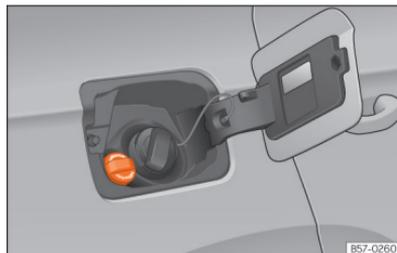

Fig. 208 Tampa do bocal de enchimento do reservatório do AdBlue®.
- Abrir a tampa do depósito »» Fig. 208.
- Gire o tampão de fecho do bocal de enchimento de SCR para a esquerda »» Fig. 208.